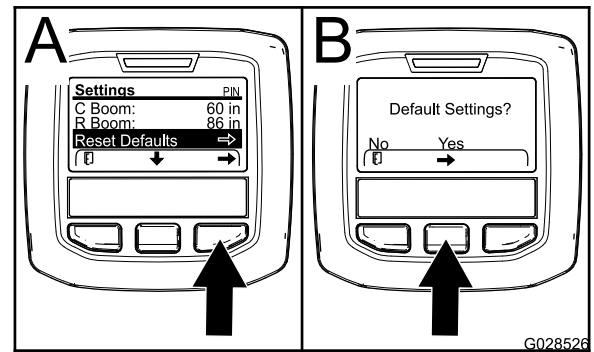

図 75
- 中央ボタンを押して、「デフォルトに戻す」 Reset Default ヘスクロールする 図 75。
- 「デフォルトに戻す」画面で、左ボタンを押すと No となり、右ボタンを押すと Yes となる (図 75)。